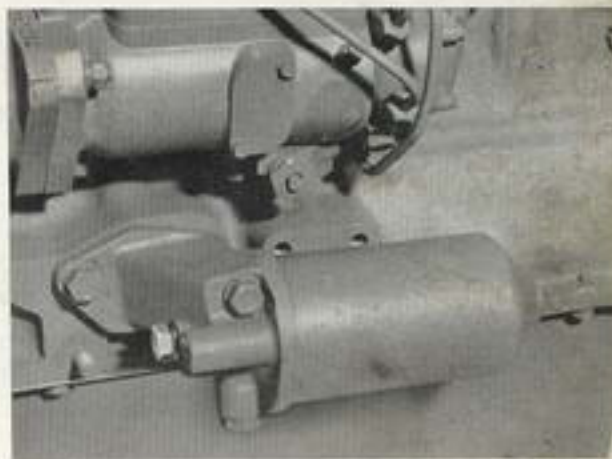

Fig. 23
- Assembler le filtre au bloc-moteur avec des rondelles freins sous les têtes de vis, le bouchon de vidange orienté vers le bas (voir fig. 23).